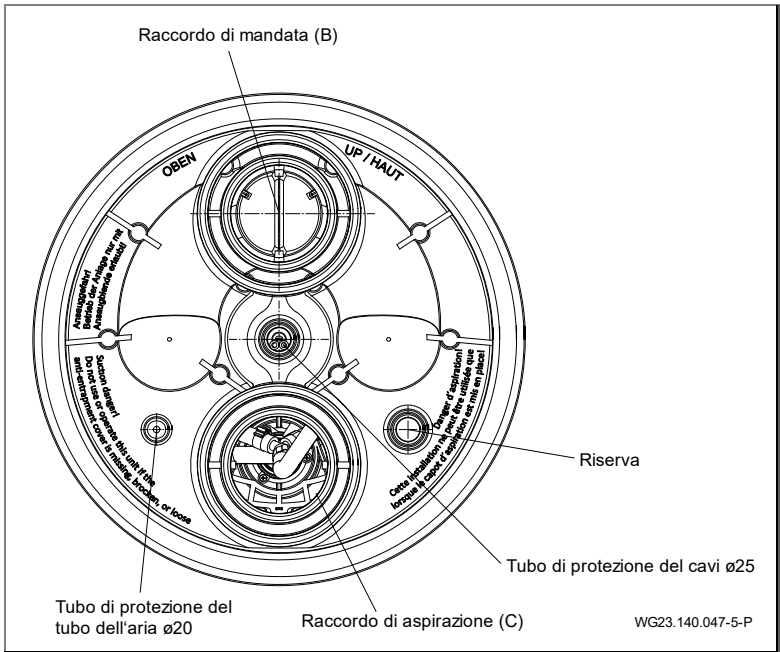

Fig. 16
1. Incollare il tubo flessibile di protezione dei cavi ed il tubo flessibile di protezione esterna del tubo dell'aria. (Fig. 16)